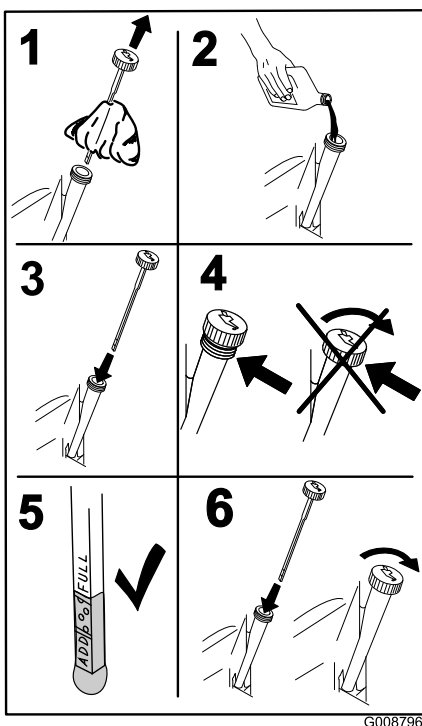

Figura 47
- Deite cerca de 80% do óleo especificado no tubo de enchimento e adicione lentamente o óleo adicional para atingir a marca **Full** (Figura 47).